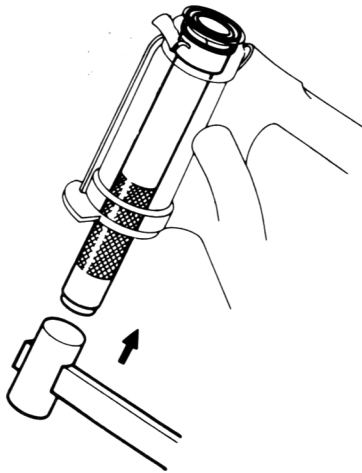

Bild 164
- Den oberen Laufring mit Hilfe des Spezialwerkzeugs (Treibdorn 0746-3710600) entfernen (Bild 164).